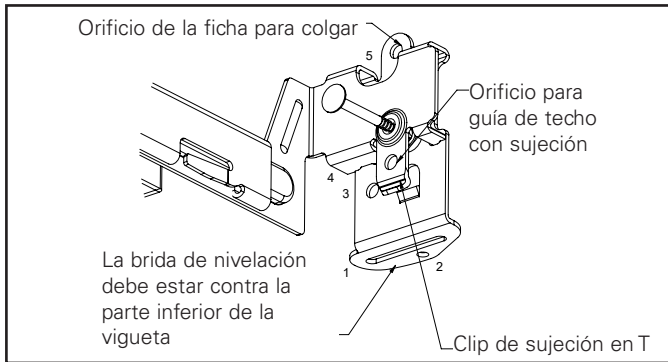

Figura 2
1. Extienda los ganchos para colgar barras para que encajen entre las viguetas. Para fijar la posición de la luminaria, martille unos clavos en las viguetas. La brida de la barra de suspensión debería estar contra la parte inferior de la vigueta (Figura 2).
1. Utilice el orificio guía situado debajo del clavo (Figura 2) para alinear el soporte de los ganchos para colgar barras debajo de la vigueta para ajustar el grosor del fleje.
2. Alinee el orificio guía debajo de la vigueta (Figura 2) hasta donde apenas se vea por el orificio guía y martille los clavos en las viguetas.
1. Utilice la brida de nivelación (Figura 2) para colocar la carcasa en la parte inferior del fleje (el fleje debe estar a una distancia de entre 12 in [30.5 cm] y 24 in [61 cm]).
2. Utilice la ranura o el orificio de la brida de nivelación (Figura 2) para fijar el soporte de los ganchos para colgar barras al fleje con clavos o tornillos (no incluidos).